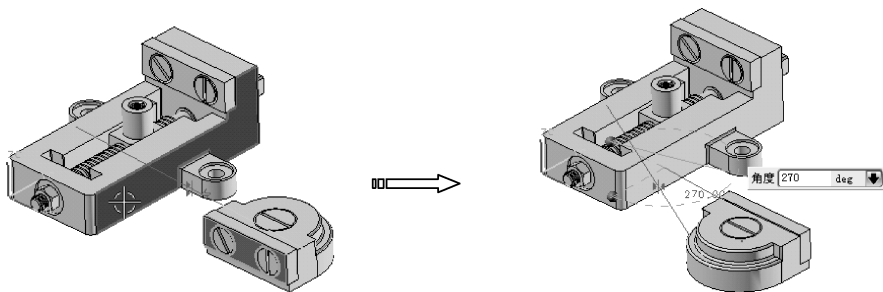

图 7-105 选择角度约束对象
- 04 以【角度】约束类型选择活动钳口的侧面和钳座的侧表面作为角度约束对象，并在【角度】文本框中输入角度值 270，按下【Enter】键，活动钳口即旋转 270 度，如图 7-105 所示。